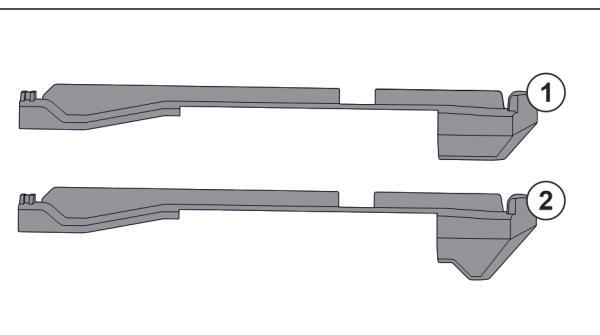

Fig. 113 对比插装件
冰箱中有两种不同的插装件。最底部抽屉上方的插装件 Fig. 113 (2) 有一个三角形的边缘。其他所有的插装件 Fig. 113 (1) 都有一个直的边缘。
- ▶ 将带有三角形边缘的插装件 Fig. 113 (2) 安装在最底部抽屉上方。
- ▶ 将带有直边缘的插装件 Fig. 113 (1) 安装到所有其他的位置上。